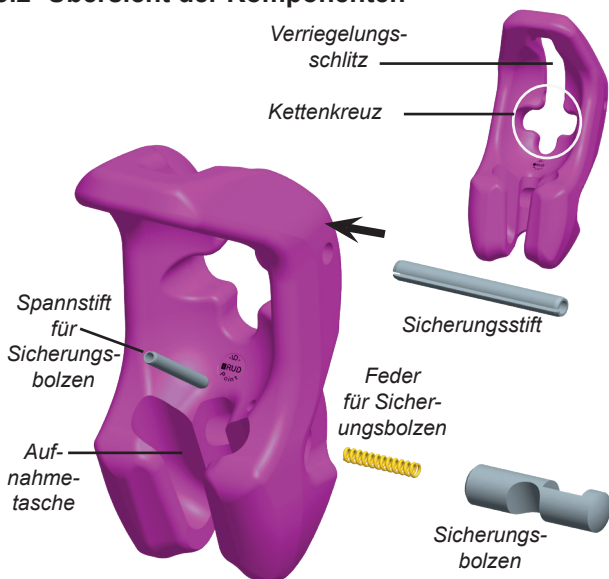
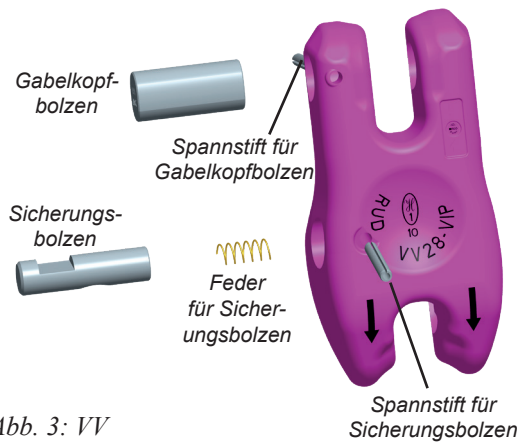
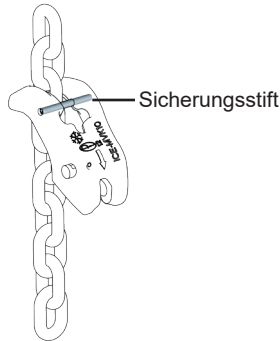

Abb. 2: VMVK (IMVK, BSEK)
Abb. 3: VV
Abb. 12:
Die Verwendung der Multi-Verkürzungsklaue ohne Sicherungsstift (Abb. 12) ist grundsätzlich nicht vorgesehen. Wenn Sie die Multi-Verkürzungsklaue dennoch ohne Sicherungsstift verwenden, vergewissern Sie sich vor jedem Einsatz, dass die Kette ganz in den vorgesehenen Verriegelungsschlitz (Abb. 2) eingehängt ist! Beim Anziehen oder Anheben der eingekürzten Kette muss die Kette immer ganz im Verriegelungsschlitz eingehängt sein! Ist dies nicht der Fall, kann eine Fehlbelastung der Kette bzw. Verkürzungseinheit zum Versagen des Gesamtsystems führen. Bei Verwendung ohne Sicherungsstift empfehlen wir dem Betreiber eine entsprechende Arbeitsanweisung (ggf. mit Gefährdungsbeurteilung oder Risikoanalyse) zu erstellen. Der Sicherungsstift darf nur durch unterwiesene Personen (mit entsprechenden Kenntnissen) unter Berücksichtigung dieser Anleitung montiert oder demontiert werden.
- Kontrollieren Sie bei der Benutzung einer VV-Multi-Verkürzungsklaue, dass vor jeder Belastung der Spannstift für den Gabelkopfbolzen sowie der Gabelkopfbolzen eingeschlagen ist (vgl. Abb. 2/Abb. 3)